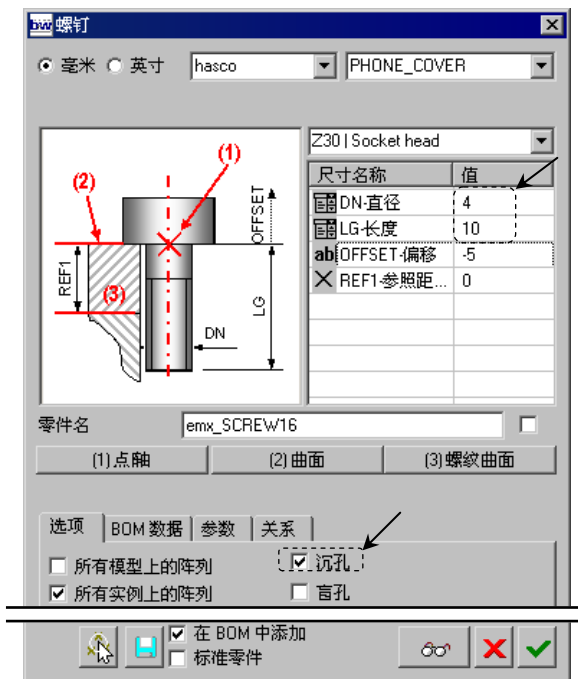

图 31.99 “螺钉”对话框
Step2. 选择命令。单击 **EMX 工具** 功能选项卡 **螺钉** 控制区域中的 按钮, 此时系统弹出图 31.99 所示的“螺钉”对话框。